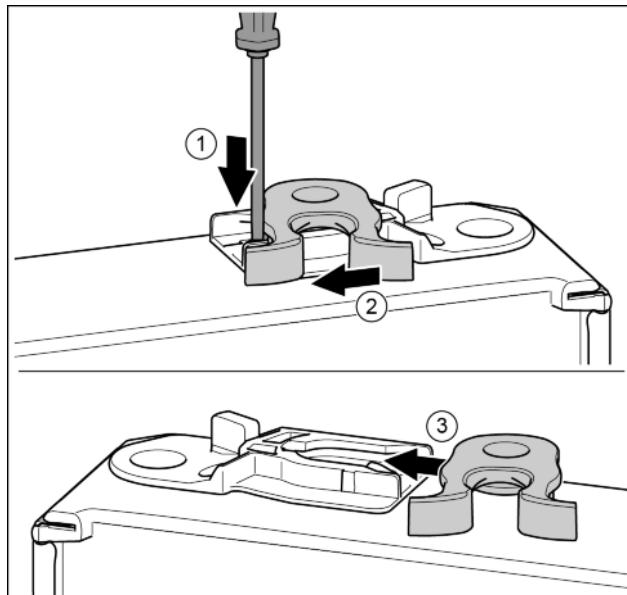

Fig. 16
- Нажать накладку шлицевой отверткой вниз. *Fig. 16 (1)*
- Запорный крючок вывести из направляющей. *Fig. 16 (2)*
- Запорный крючок вставить в направляющую с другой стороны. *Fig. 16 (3)*